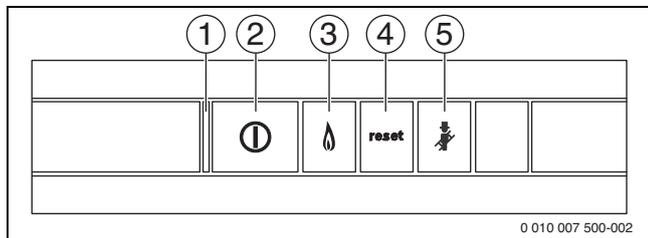

Bild 243 Bedientasten
- ▶ Gerät am Ein/Aus-Schalter (→ Bild 243) einschalten.